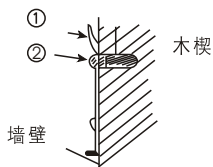

图 4
- (2) 按图 4 所示用螺钉和相配的木楔把安装板牢固安装。